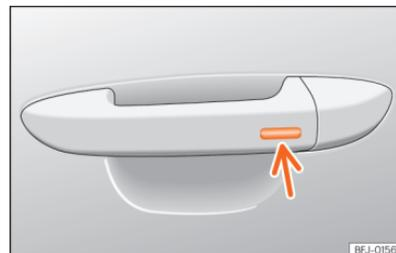

Abb. 67 Türgriff: Sensorfläche.
- **ODER:** mit dem Keyless Access-System (nur Schließen): Finger einige Sekunden auf der Sensorfläche zum Verriegeln »» (Abb. 67) [Pfeil] im Türgriff halten, um die Fenster und das Schiebedach zu schließen. Wenn Sie die Sensorfläche nicht mehr berühren, wird die Schließfunktion unterbrochen.
Halten Sie einige Sekunden lang einen Finger über die Verriegelungssensorfläche >>> [Abb. 67] (Pfeil) am Türgriff, damit das Dach geschlossen wird. Wenn Sie die Sensorfläche nicht mehr berühren, wird die Schließfunktion unterbrochen.